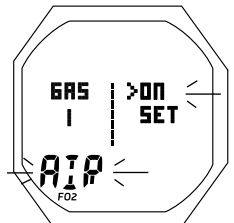

Fig. 30A - RÉGLAGE DU MÉLANGE GAZEUX 1 (lors de l'accès)
**RÉGLAGE FO2/PO2 MÉLANGE GAZEUX 1**, paramètres affichés (Fig. 30A/B) :